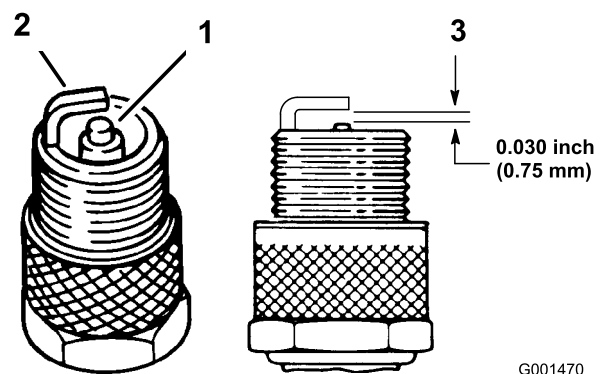

Figura 30
1. Observe o centro das velas de ignição (Figura 30).
3. Verifique a folga entre os elétrodos central e lateral (Figura 30).
Nota: Dobre o eletrodo lateral (Figura 30) se a folga não estiver correta.
3. Ligue os fios às velas de ignição (Figura 30).